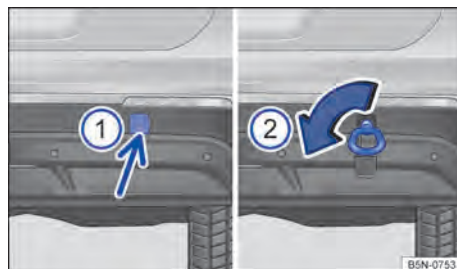

Fig. 229 No para-choque traseiro à direita: argola de reboque rosqueada.
- Pressionar na área inferior da cobertura (seta) para soltar o encaixe da cobertura → Fig. 229 ⓘ.
- Rosquear a argola de reboque de forma tão firme quanto possível **no sentido anti-horário** no alojamento → Fig. 229 ⓘ → ⓘ. Utilizar um objeto apropriado com o qual a argola de reboque possa ser rosqueada com firmeza no alojamento.